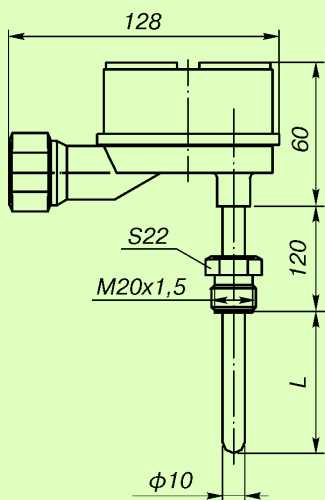

Рис.6.**
- полиамид Технамид А-СВ-30-Л (рис.6);
Диапазон измеряемых температур, класс допуска, схема соединений, количество чувствительных элементов, длина монтажной части (для рис.6, 7)
06* по рис. 6